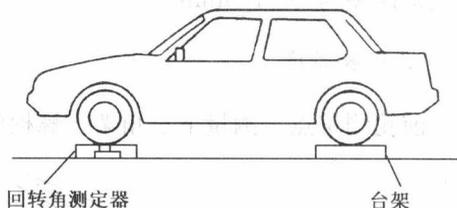

图 1-4 给后轮垫台架
2) 在汽车后轮下垫放与测定器同高的台架 (图 1-4), 以保证各车轮都处于同一水平面。